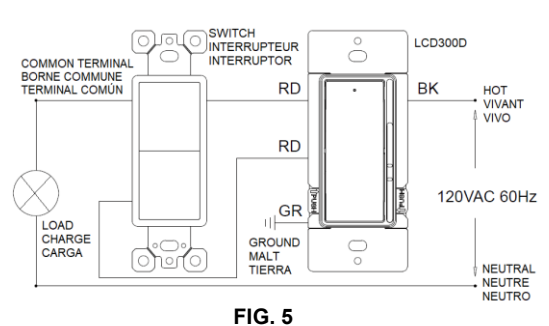

FIG. 5
- 6B. Câblage à 3 voies. Raccorder les fils conformément au diagramme (FIG. 5) comme suit :
- 6B. Cableado de 3 vías. Conectar los cables según el diagrama (FIG 5) de la siguiente manera:
6B. 3-way wiring. Connect wires per diagram (FIG 5) as follows: